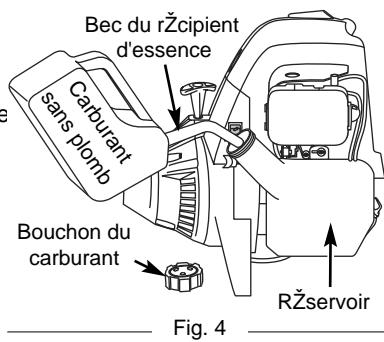

Fig. 4
1. Déposez le bouchon d'essence (Fig. 4).